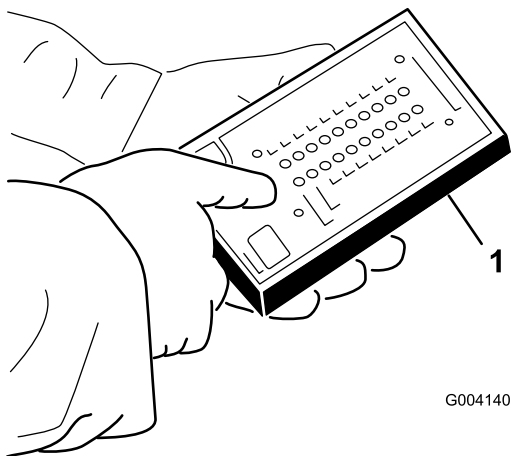

**Figura 21**
3. Accedete al cablaggio preassemblato ed ai connettori accanto al controller (Figura 21).